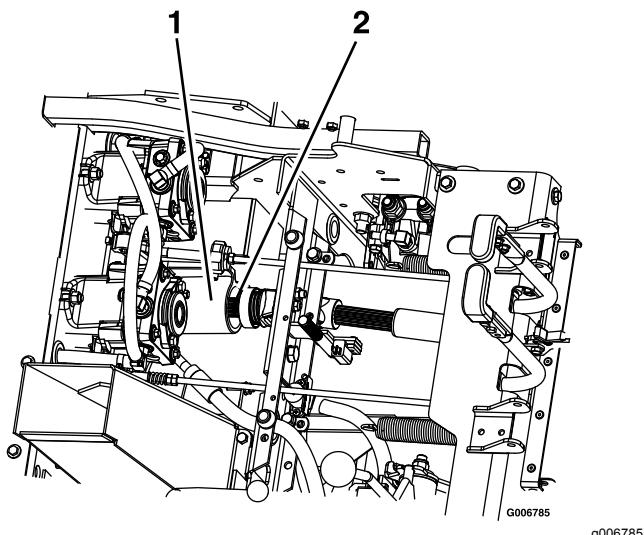

Figure 72
9. Soulevez le siège et séparez l'arbre d' entraînement de l' arbre intermédiaire avec l'accouplement rapide (Figure 72).
- Soulevez le siège et montez l'arbre d'entraînement sur l'arbre intermédiaire (Figure 72)